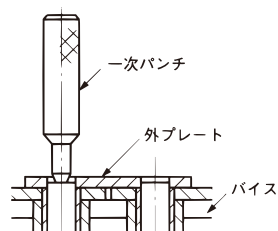

図9. 1次パンチでピンをたたく
- 1) チェーンのサイズに合った1次パンチをグラインダで削ったピンの頭に当て、1次パンチの頭をハンマでたたきます。この際、外リンクの一对のピンが平行に抜けるように交互にたたきます。外プレートからピンが抜ける直前までたたきます(図9)。